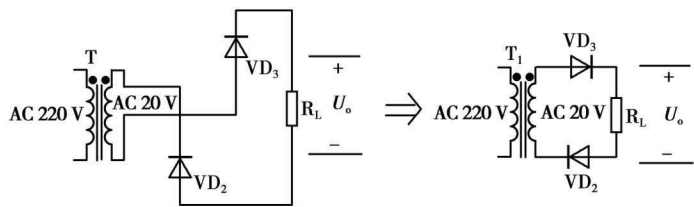

图 1-6
解:①当开关S断开时,电路等效图如图1-6所示。
可以从图1-6看出该电路为一个半波整流电路,所以此时电路的输出电压为: